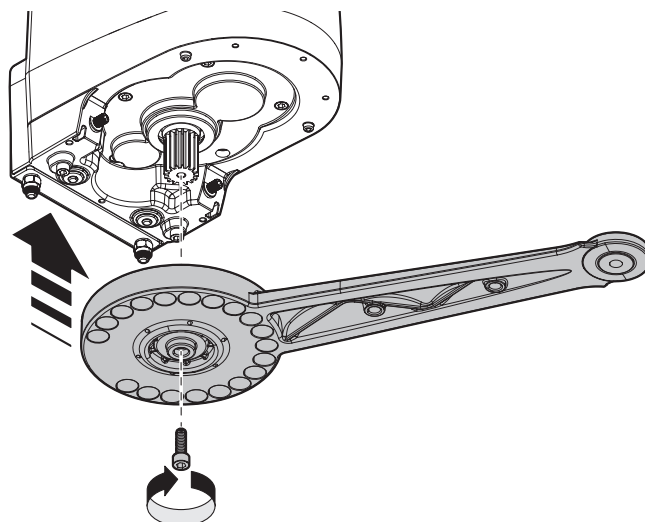

Fig.16
05. Następnie, ponownie zamontować ramię na silniku **rys. 16**;